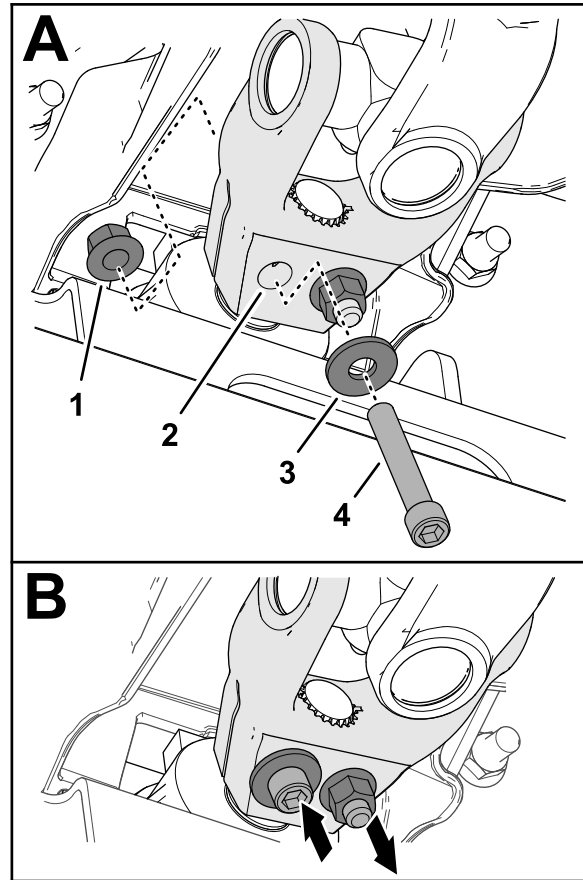

**Bild 18**
5. Richten Sie die Verzahnung des Antriebswellenjochs auf die Verzahnung der Eingangswelle des Anbaugeräts (**Bild 18**) aus und schieben Sie das Joch über die Welle.